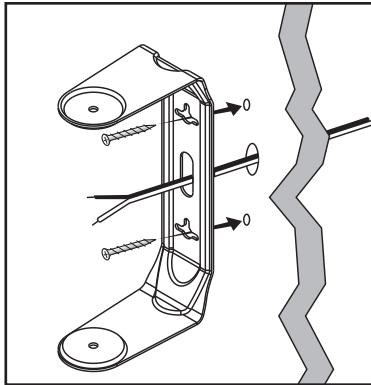

FIGURE 11
8. If speaker wire is being fed from a hole in the wall behind the bracket, pull this speaker wire through the hole in the bracket before mounting the bracket [figure 11].
8. Si le fil de haut-parleur destiné à l'enceinte est passé dans le mur et sort derrière le support, passez le fil à travers le trou du support avant d'installer le support au mur [figure 11].